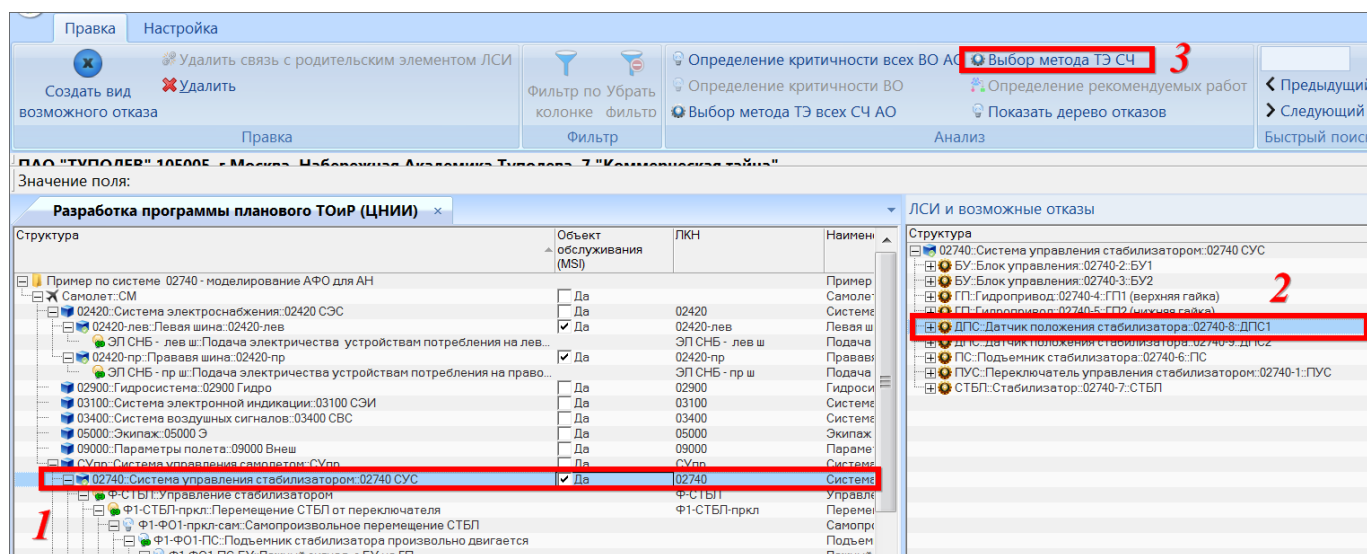

Рис. 11-144 – Открытие связанного окна для определения метода ТЭ СЧ
- 4) Нажать кнопку «Выбор метода ТЭ СЧ» панели «Анализ» (рис. 11-144).